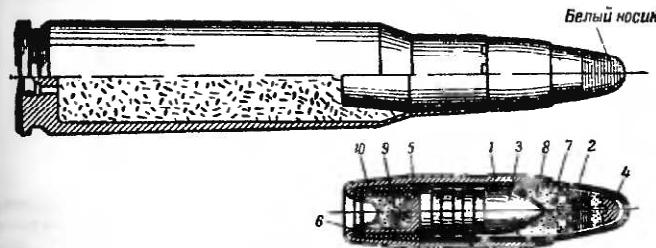

Рис. 43. 12,7-мм итальянский патрон с бронебойно-зажигательно-трассирующей пулей Б-3-Т:
3. 12,7-мм итальянский патрон с бронебойно-зажигательно-трассирующей пулей Б-3-Т (рис. 43)